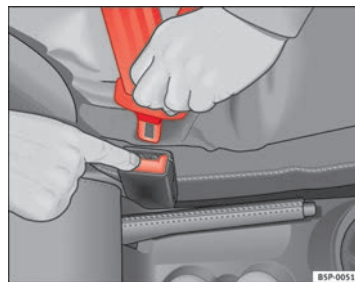

Fig. 16 Retirar la lengüeta del cierre del cinturón ►
- Pulse la tecla roja que hay en el cierre del cinturón ⇒ fig. 16. La lengüeta del cierre es expulsada hacia fuera ⇒ ⚠.